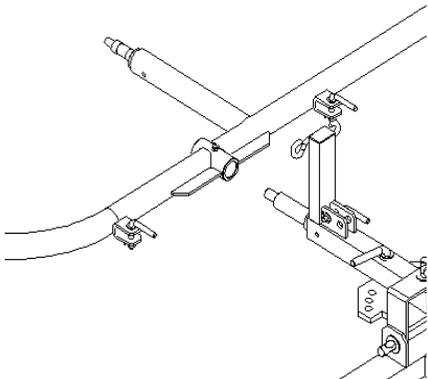

Рис.3. Установка колёсной рамы.
- Установить на ось несущей рамы ворошилки, колёсную раму зафиксировав её шайбой и гайкой. (см. рис.3.).